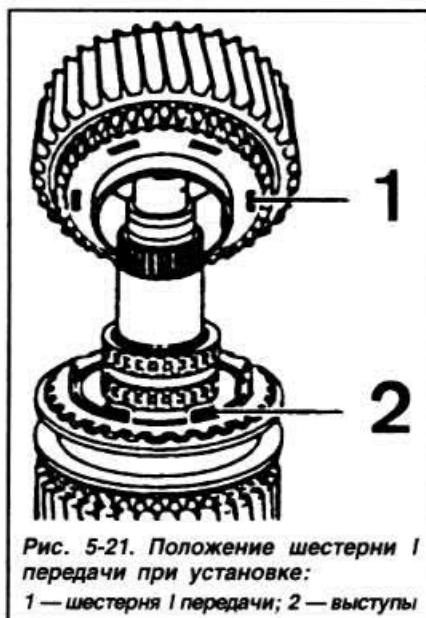

Рис. 5-21. Положение шестерни I передачи при установке:
- Установить шестерню I передачи, совмещая ее пазы с выступами промежуточного кольца (рис. 5-21).